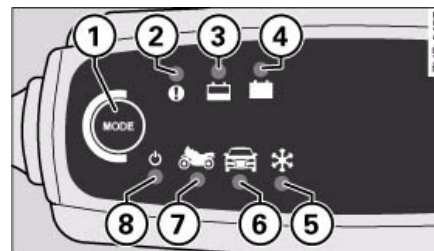

Abb. 4 Kontrollleuchten Warnung und Stand-by
- Folgen Sie den Anweisungen aus der Fahrzeug-Betriebsanleitung zum Anschluss der Polklemmen an die Batterie ⇒ ❶.
- Überprüfen Sie ob die Kontrollleuchte Stand-by ⇒ Seite 5, Abb. 4 ❷ leuchtet. Falls nicht siehe ⇒ Seite 10, „Fehlersuche“.